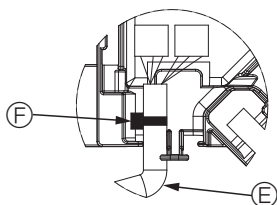

Fig. 5-11
- Coloque la abrazadera que sujeta el cable del motor de los deflectores del panel en la caja de conexión, tal como se muestra en el diagrama. (Fig. 5-11)